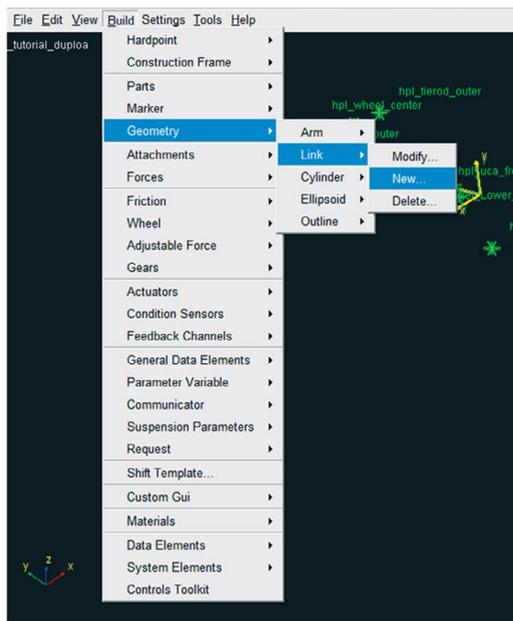

Figura 5.20 – Janela referente à construção da geometria *Link*.
- Para construção da primeira geometria *Link*, o qual será formado pelos *Hardpoints* *hpl_lca_front* e *hpl_lca_outer*, acesse o menu *Build* → *Geometry* → *Link* → *New*, como mostrado na Figura 5.20.